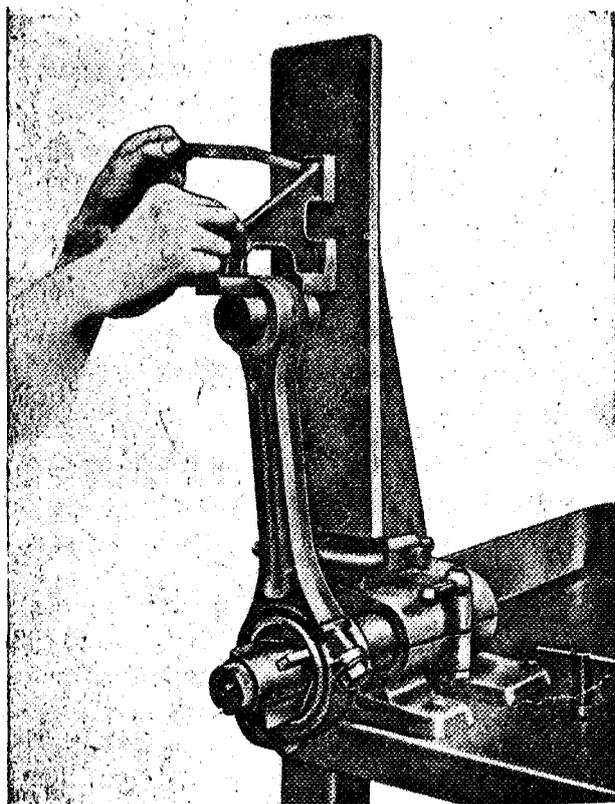

Fig. 01/001 - Controllo parallelismo assi bielle
- Controllare il parallelismo degli assi bielle, mediante attrezzo 8015217 (fig.01/001),